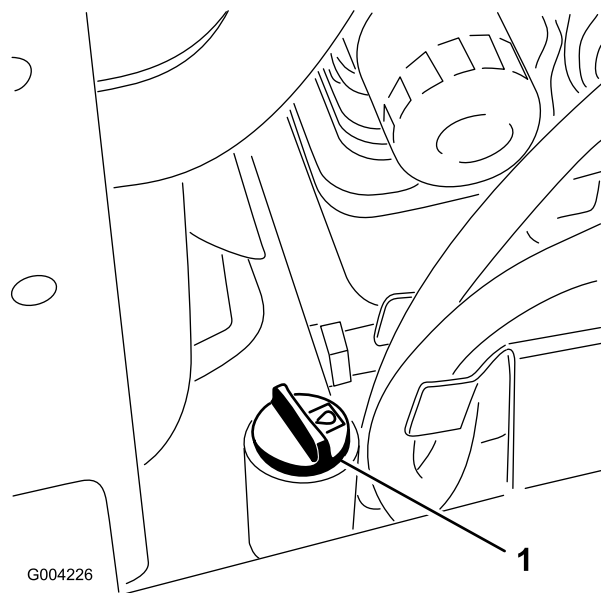

Figure 12
5. Nettoyez la surface autour du goulot de remplissage du réservoir hydraulique (Figure 12).